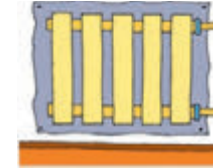

Fig. 2
- (2 baluri) Un om se află la Polul Nord – altul în pustiu. Ambii sunt îmbrăcați «cald» (fig. 2). Explicați de ce.